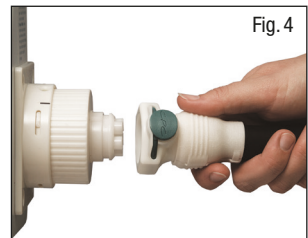

Fig. 4
3. Conecte el tubo de suministro de aire del cojín al adaptador, haciendo coincidir las marcas de alineación (Fig. 4). Asegúrese de que la conexión se haga correctamente y que suene un chasquido; de lo contrario, podrían producirse fugas.